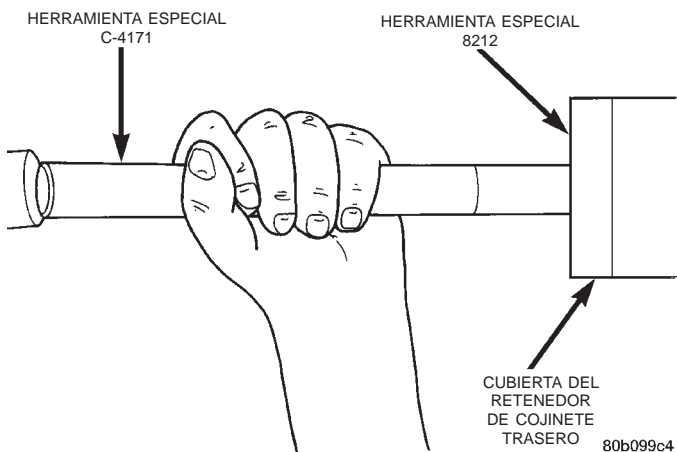

Fig. 14 Instalación de la junta de la cubierta del retenedor de cojinete trasero
(1) Limpie el hueco de la junta de la cubierta del retenedor de cojinete trasero para eliminar todos los residuos de material sellante de la junta original.
(2) Utilice el mango C-4171 y el instalador de juntas 8212 para instalar la junta nueva de la cubierta del retenedor de cojinete trasero de modo que la junta esté situada a $0 \pm 0,5$ mm ($0 \pm 0,02$ pulg.) de la cara de cubierta del retenedor de cojinete trasero (Fig. 14).